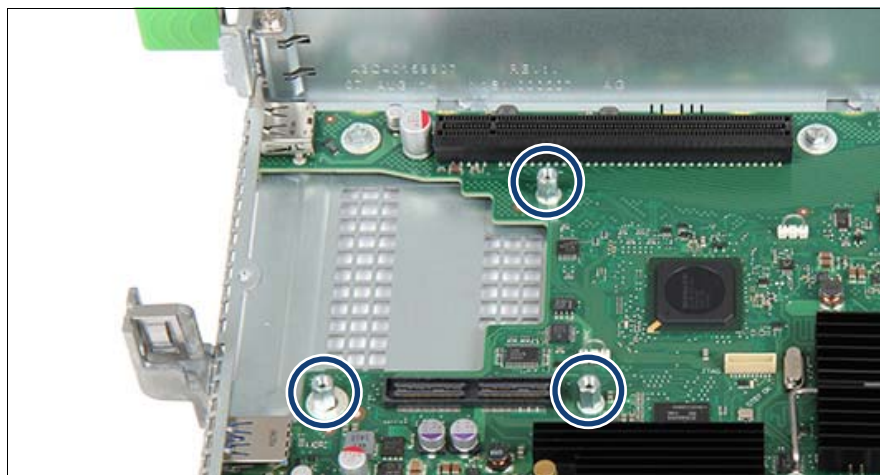

図 114: 3 本のボルトの取り付け
- ▶ 3 本のネジ (1) を取り外します。
- ▶ DynamicLoM モジュールを取り外します (2)。
- ▶ 3 本のボルトを取り外します (図 114 を参照)。